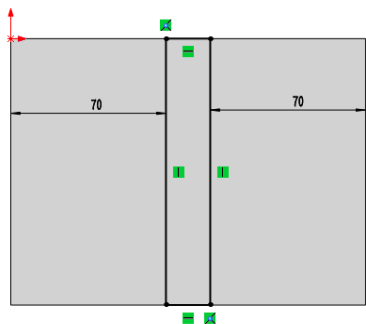

图 4-65 绘制的草图
**08** 绘制草图。在菜单栏中选择“工具”→“草图绘制实体”→“矩形”命令，以基准面的左右表面为矩形的两边绘制一个矩形并标注尺寸，结果如图 4-65 所示。